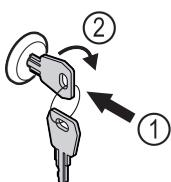

Fig. 192 例图
- ▶ 按入钥匙 Fig. 192 (1)。
- ▶ 将钥匙顺时针转动 90° Fig. 192 (2)。